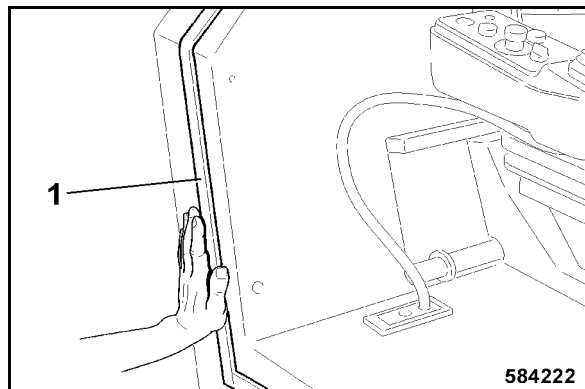

Fig. 206
- Coller la bande d'étanchéité fournie 1 (Fig. 206) sur le bord du poste de conduite.